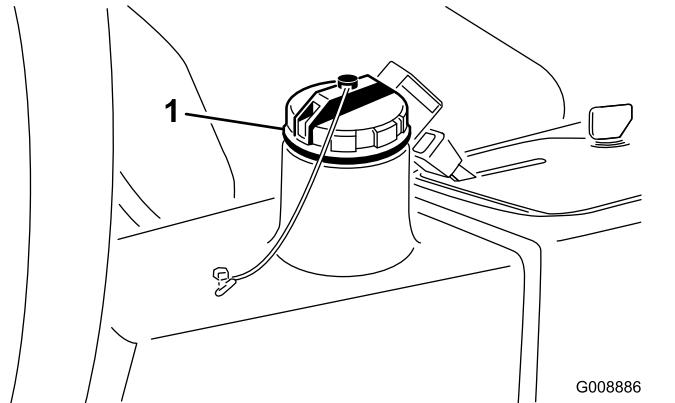

図 66
3. 油圧オイルタンク図 66 に約 13.2 リットルのオイルを入れる「油圧系統を点検する」を参照。